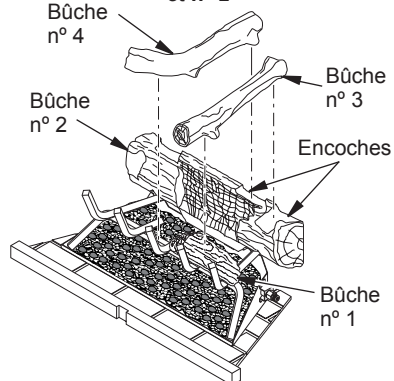
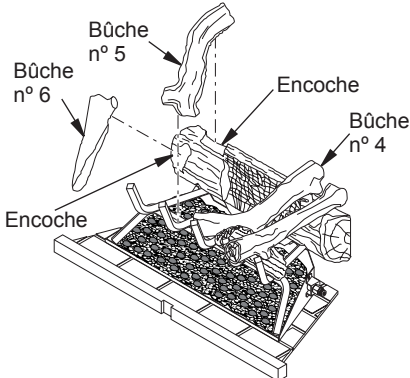
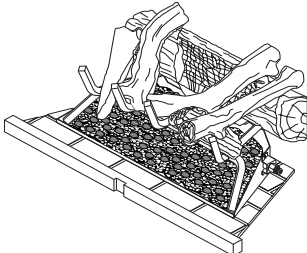

Figure 24 - Installation des bûches n° 3 et n° 4
Figure 25 - Installation des bûches n° 5 et n° 6
Figure 26 - Bûches installées pour les modèles M36, M36P, VM36 et VM36P
3. Placez la bûche n° 3 dans l'encoche sur la bûche n° 2, en faisant reposer l'extrémité avant sur le dessus de la bûche n° 1 (voir figure 24).
4. Placez l'extrémité supérieure de la bûche n° 4 dans l'encoche de la bûche n° 2, tel qu'illustré à la figure 24. Faites reposer l'extrémité inférieure de la bûche n° 4 sur le doigt central de la grille, tel qu'illustré à la figure 25.
5. Placez l'extrémité supérieure de la bûche n° 5 dans l'encoche située du côté gauche de la bûche n° 2 (voir figure 25). Faites reposer l'extrémité inférieure de la bûche n° 5 sur la grille, tel qu'illustré à la figure 26.
6. Insérez l'extrémité inférieure de la bûche n° 6 entre les deux premiers doigts de la grille, tel qu'illustré à la figure 26 et placez l'extrémité supérieure de la bûche n° 6 dans l'encoche à l'avant de la bûche n° 2, tel qu'illustré à la figure 26.